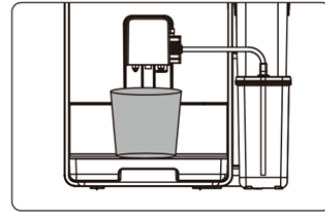

Abb. 5
Schalten Sie die Kaffeemaschine ein. Stellen Sie den Getränkebehälter unter den Kaffeeauslauf (2) und passen Sie die Höhe an, um Spritzer zu vermeiden. Prüfen Sie, ob das Milchsystem und der Milchansaugschlauch richtig positioniert sind (Abb. 5). Überprüfen Sie, ob genügend Wasser im Bohnenbehälter (5) und Bohnen im Bohnenbehälter (8) vorhanden sind.